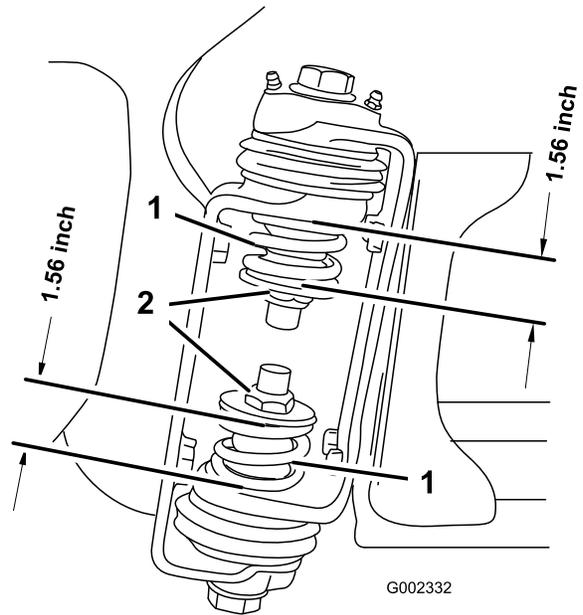

图 4
3. 当喷洒臂位于伸展位置图 4时在喷洒臂的铰链处测量上下弹簧的压缩度。